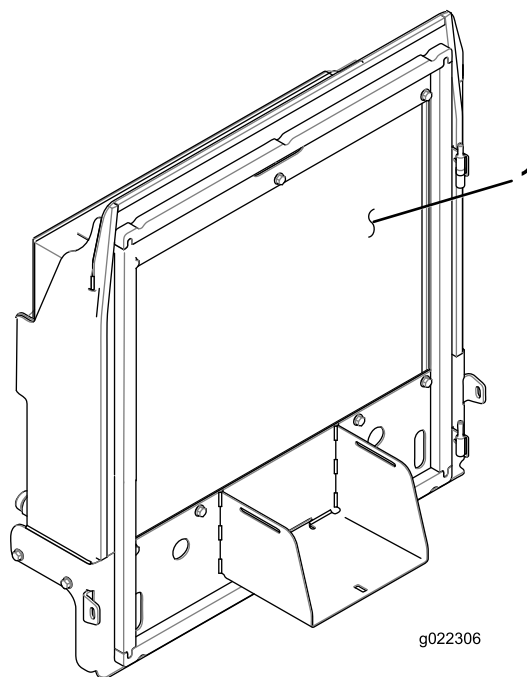

Figura 69
4. Limpie a fondo ambos lados del radiador y del enfriador de aceite (Figura 69) con aire comprimido.